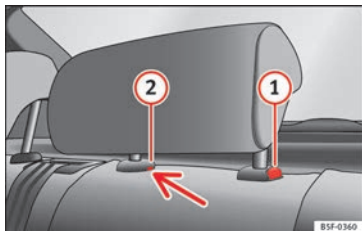

Fig. 141 Appui-tête central arrière : point de déverrouillage.
- Pour régler l'appuie-tête à une hauteur inférieure, appuyez sur la touche ① » fig. 141 et déplacez-le vers le bas.
- Appuyez sur la touche ① » fig. 141, en appuyant en même temps sur l'orifice de sécurité ② » fig. 141 avec un tournevis plat de 5 mm de largeur maximum et retirez l'appuie-tête.